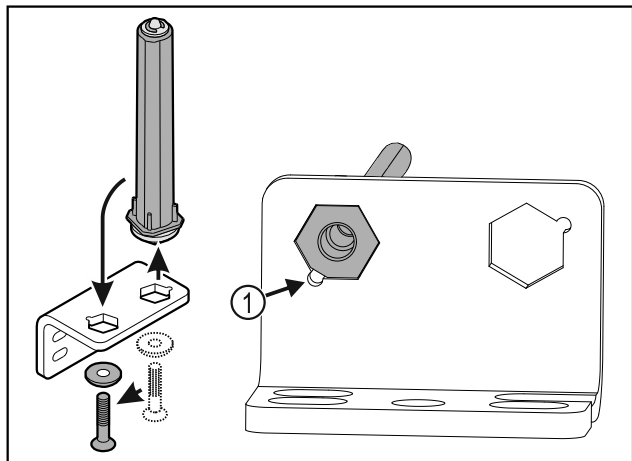

Fig. 29
- ▶ Bëni kujdes që gjatë vendosjes, e prera e kokës së bulonit Fig. 29 (1) të jetë e drejtuar nga vrima e rrumbullakët.